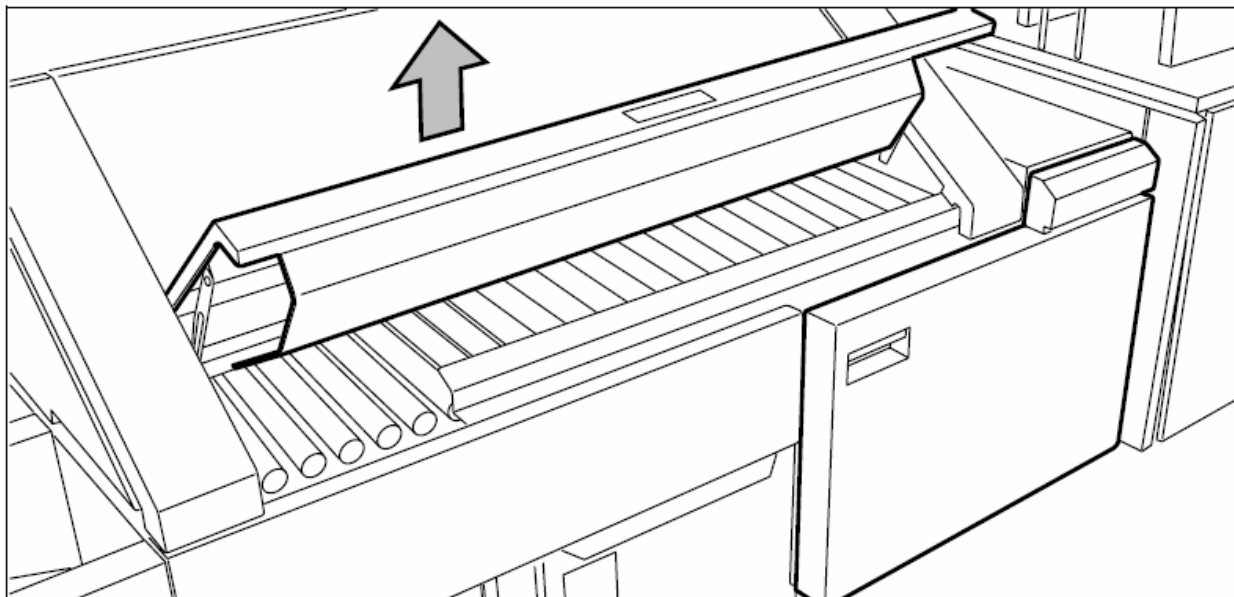

Рисунок 147. Открывание крышки секции транспортировки в фальцевальном устройстве
1. Откройте крышку секции транспортировки в модуле первого сгиба в фальцевальном устройстве, и удалите весь носитель, который имеется внутри (смотрите рисунок 147).